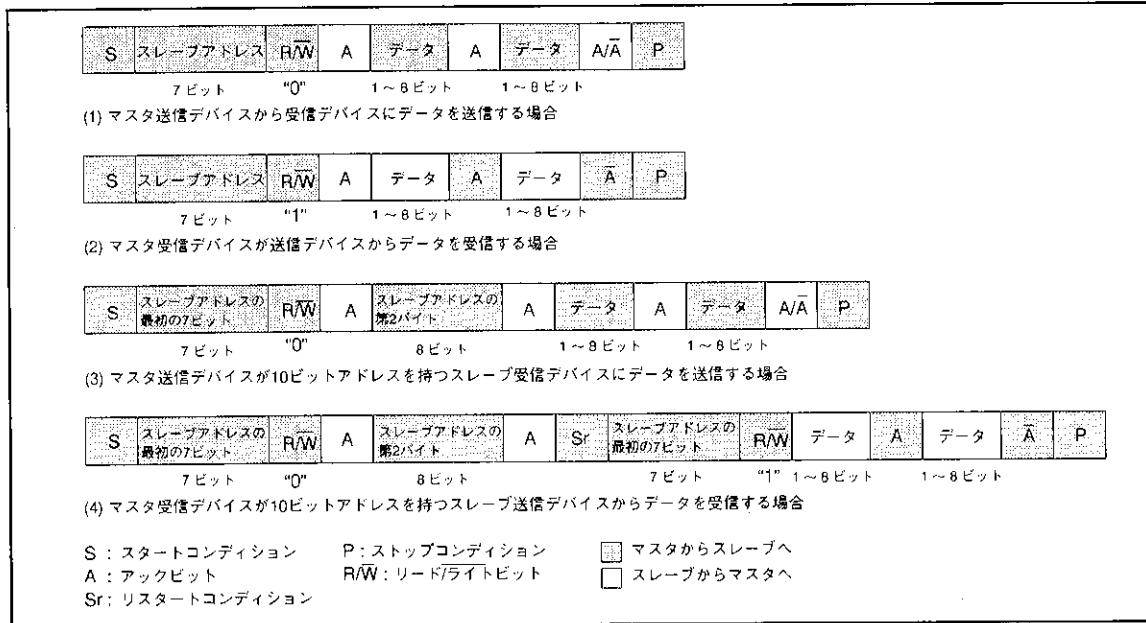

図46. アドレスデータ通信フォーマット
①7ビットアレッシングフォーマット
7ビットアレッシングフォーマットに対応するために、I²Cコントロールレジスタ(00F916番地)の10BIT SADビットを“0”にしてください。マスターから送信された最初の7ビットのアドレスデータと、I²Cアドレスレジスタ(00F716番地)に格納された上位7ビットのスレーブアドレスを比較します。この比較時には、I²Cアドレスレジスタ(00F716番地)のRBWビットのアドレス比較は行われません。7ビットアレッシングフォーマット時のデータ伝送フォーマットは図46の(1), (2)を参照してください。
②10ビットアレッシングフォーマット
2バイトのアドレスデータとスレーブアドレスが一致した場合には、I²Cアドレスレジスタ(00F716番地)のRBWビットをソフトウェアで“1”にしてください。この処理により、リスタートコンディション検出後に受信する7ビットのスレーブアドレス及びR/WのデータとI²Cアドレスレジスタ(00F716番地)の値を一致させることができます。10ビットアドレッシングフォーマット時のデータ伝送フォーマットは図46の(3), (4)を参照してください。
(10) マスタ送信例